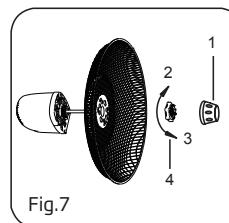

Fig.7
- Dévissez le boulon dans le sens des aiguilles d'une montre et l'écrou en plastique dans le sens inverse des aiguilles d'une montre pour les enlever tous les deux. Fixez la grille arrière au moteur puis resserrez l'écrou en plastique. (Fig.7)